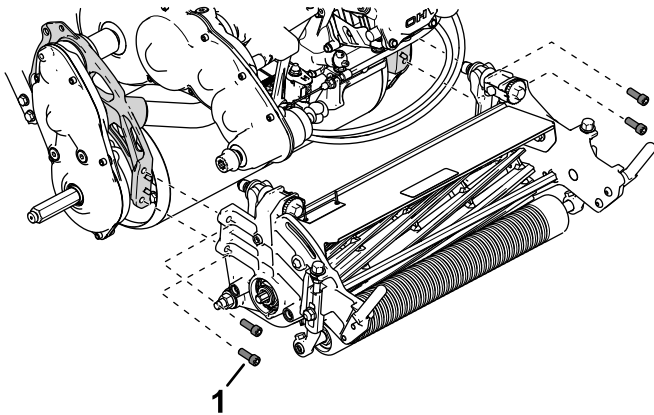

Bild 49
- Entfernen Sie die Innensechskantschrauben, mit denen das Mähwerk am Rahmen befestigt ist (Bild 49).